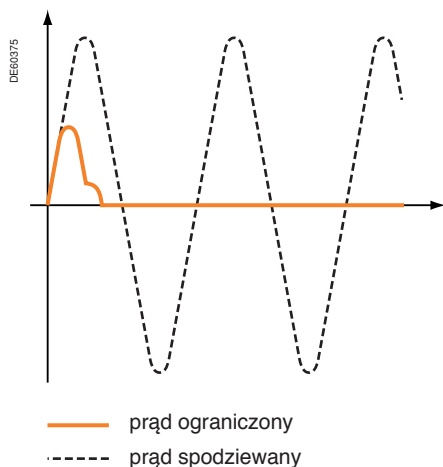

rys.1
- w momencie rozpoczynania manewru otwierania, styki główne i styki opalne są jeszcze zamknięte (rys. 1).